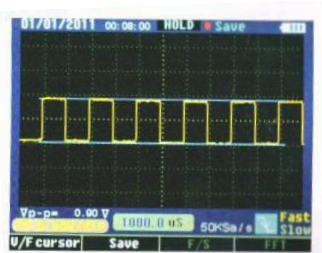

Рис. 2-11-3
- Курсор шкалы напряжения: отображается в виде горизонтальной линии на экране, результат измерения параметра выводится в нижней части экрана, см. рис. 2-11-3.